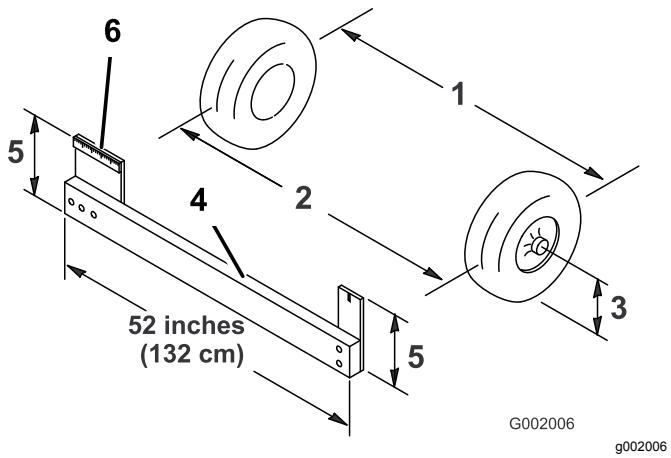

図 48
4. 前輪の前と後ろで、左右のタイヤの中央線距離を測る計測はアクスルの高さで行う図 48。
注 前輪の後ろで、アクスルの高さで測定を行うには市販または手製のトーアイン測定器が必要となる。前後の計測とも同じ道具を使用し、アクスルの高さで正しく測定すること図 48。